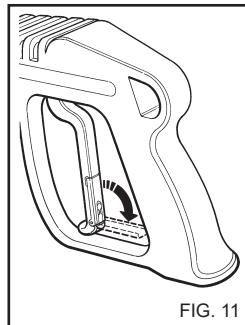

FIG. 11
- Luk grebets beskyttelsesdæksel, når rengøringsmaskinen ikke anvendes. (Fig. 11).